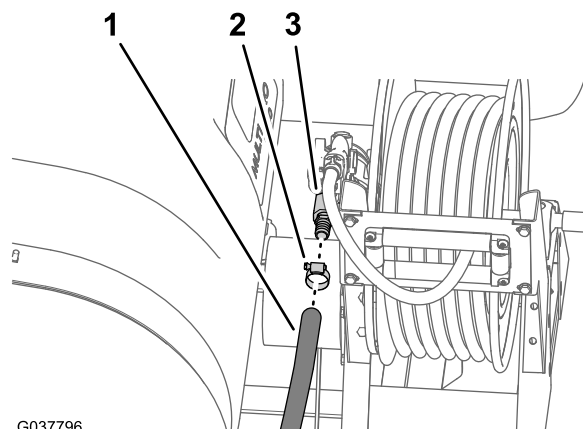

Figura 100
5. Montate il flessibile di alimentazione sul portagomma diritto dentellato dell'avvolgitubo e fissate il flessibile con una fascetta stringitubo (Figura 100).